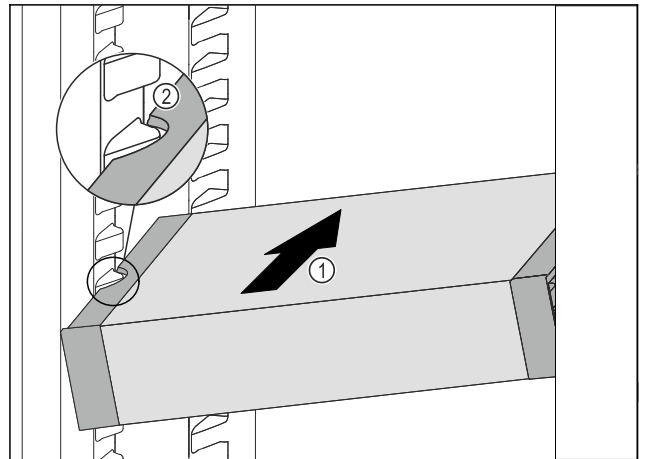

Fig. 31
- Inserire VarioSafe ad angolo nel vano frigorifero Fig. 31 (1) fino a quando le cavità laterali Fig. 31 (2) di VarioSafe non si trovano al livello della nervatura del contenitore nel vano frigorifero.